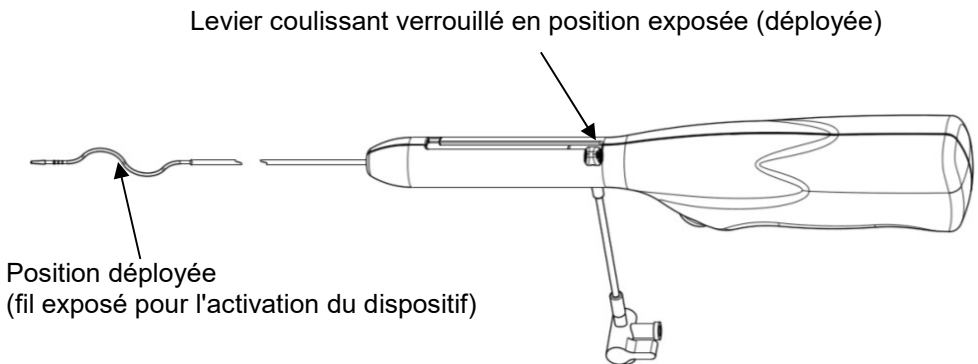

Figure 4
12. Avancer l'extrémité flexible jusqu'à la partie la plus distale du caillot. Exposer le fil sinusoïdal. Pour ce faire, déverrouiller et rétracter complètement le levier coulissant, puis tourner ce dernier jusqu'à entendre un « clic » (voir la Figure 4). Confirmer la position du dispositif dans le site de traitement par radioscopie. Appuyer sur l'interrupteur MARCHE/ARRÊT pour activer la rotation.
11. Dans une greffe, avancer l'extrémité flexible jusqu'à l'anastomose veineuse. **Attention : ne pas avancer l'extrémité flexible au-delà de l'anastomose.** Dans une fistule, avancer l'extrémité flexible jusqu'à la partie la plus centrale du caillot. Exposer le fil sinusoïdal. Pour ce faire, déverrouiller et rétracter complètement le levier coulissant, puis tourner ce dernier jusqu'à entendre un « clic » (voir la Figure 4). Confirmer la position du dispositif dans la fistule ou la